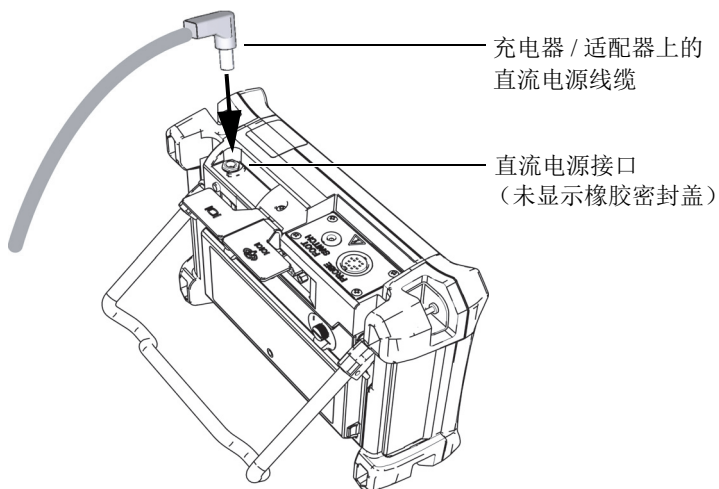

图 1-9 连接直流电源插头
3. 将充电器 / 适配器上的直流电输出电源线缆连接到 Magna-Mike 8600 仪器顶部的直流电源接口（参见第 20 页的图 1-9）。